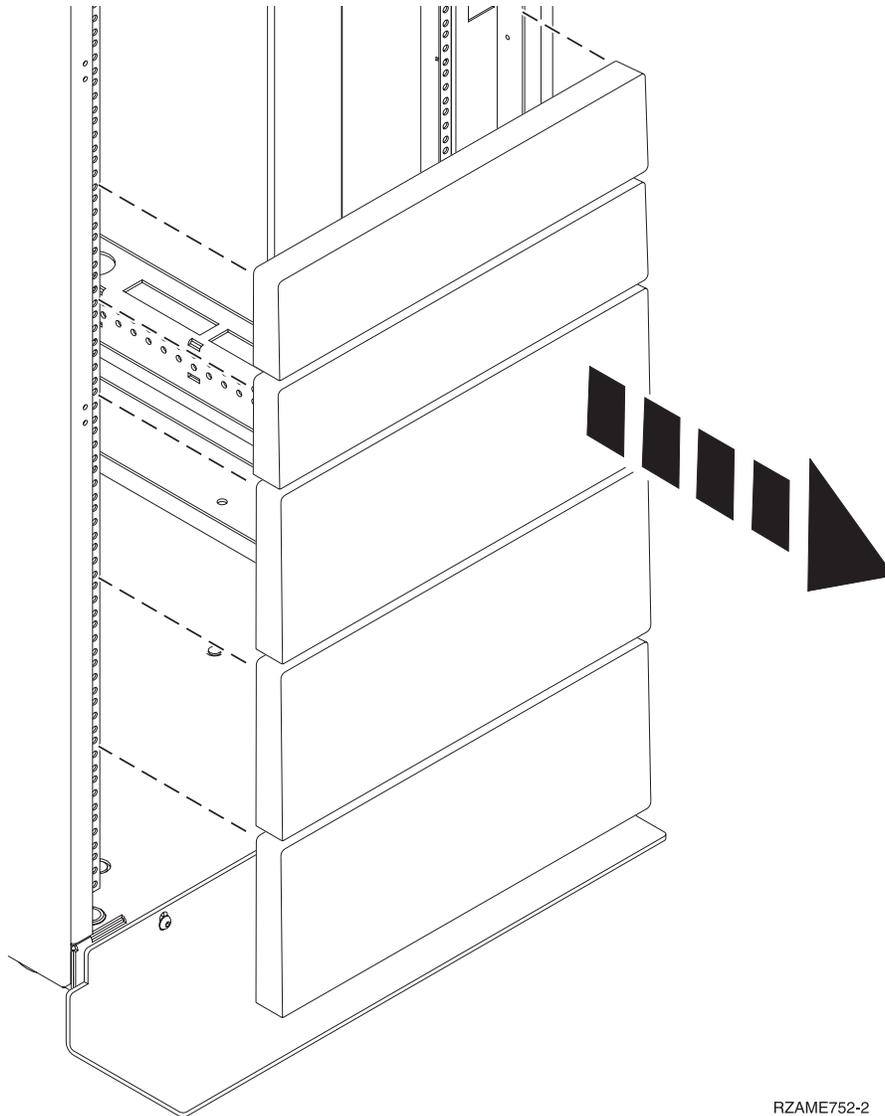

Abbildung 18. Abdeckblenden ausbauen
5. Falls erforderlich, bauen Sie die Abdeckblenden aus, um auf das Innere des Rackschranks zugreifen zu können, wo Sie die Einheit anordnen möchten, wie in Abb. 18 auf Seite 24